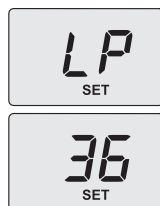

Figura 7.4
Sul display compare la scritta **"SET"** (Figura 7.4).
- Una volta impostato il valore a **1** (spazzacamino attivo in minimo sanitario) premere il tasto 3 per confermare. Sul display appare **LP** alternato alla temperatura minima sanitaria (Figura 7.4).